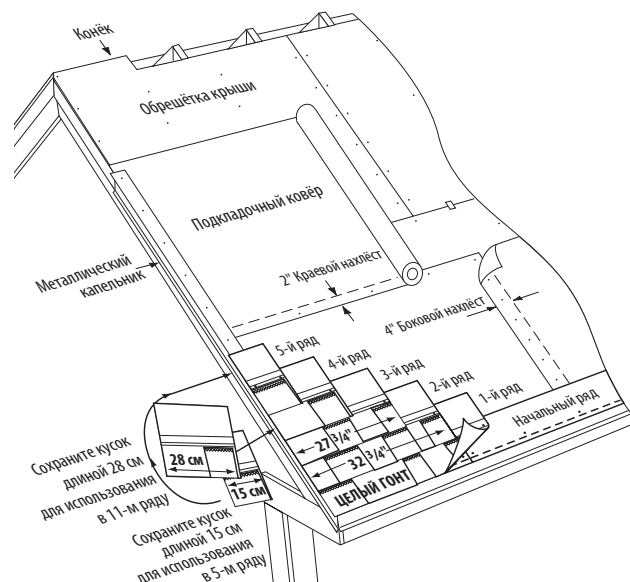

Рис. 12-7. Укладка первых пяти рядов гонта Landmark.
**1-й РЯД:** Уложите целый гонт в левом нижнем углу крыши. Разместите гонт таким образом, чтобы его нижний и левый край были вровень с краями гонта начального ряда (Рис. 12-7).